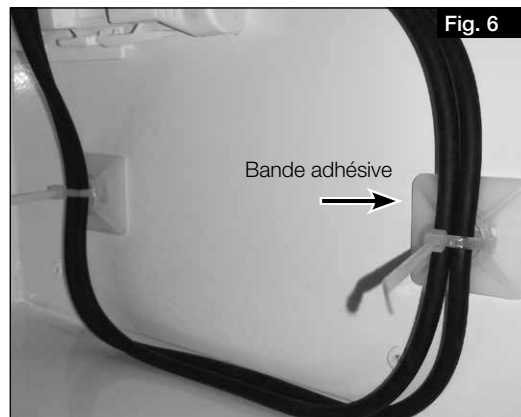

Fig. 6
7. Fixer le câble de raccordement du préchauffage électrique sur la paroi latérale à l'aide des serre-câbles fournis (Fig. 6).